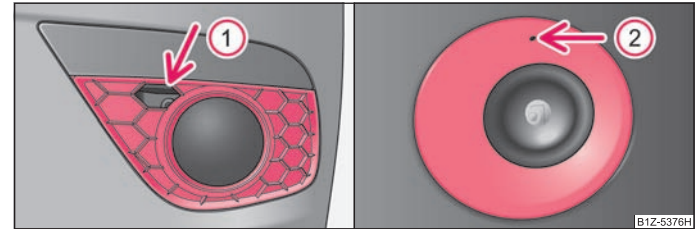

Abb. 198 Vorderer Stoßfänger: Octavia RS / Octavia Scout
- Führen Sie einen Finger in die Öffnung (1) ⇒ Abb. 198 ein und nehmen Sie die Abdeckung heraus.